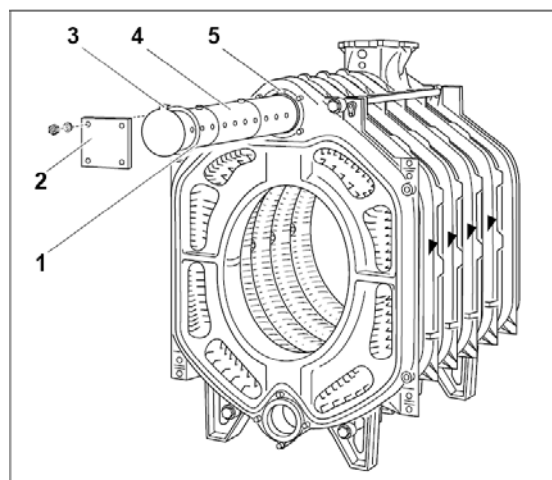

Fig. 20
Rökröret (Fig. 20, **pos. 4**) är tvådelat till pannor med 9-11 sektioner, och tredelat till pannor med 12-16 sektioner.
- Tryck in packningen över rökröret (Fig. 20, **pos. 1**).
- Stäng med blindflänsen (Fig. 20, **pos. 2**).
Knappen (Fig. 20, **pos. 3**) på rökrörets avslutningsplatta ska glida in i urspårningen i den övre nippelgången (Fig. 20, **pos. 5**). På detta vis är rökröret fixerat, så rökrörets utströmningsöppningar står i korrekt vinkel. På detta vis är det säkrat en optimal vattenfördelning i området kring den övre nippelgången.